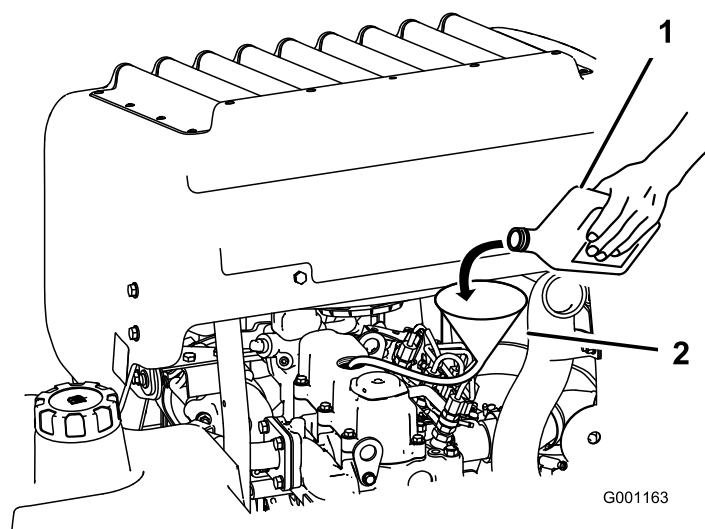

Figure 56
3. Utilisez un flexible et un entonnoir pour faire l'appoint d'huile moteur (Figure 56).